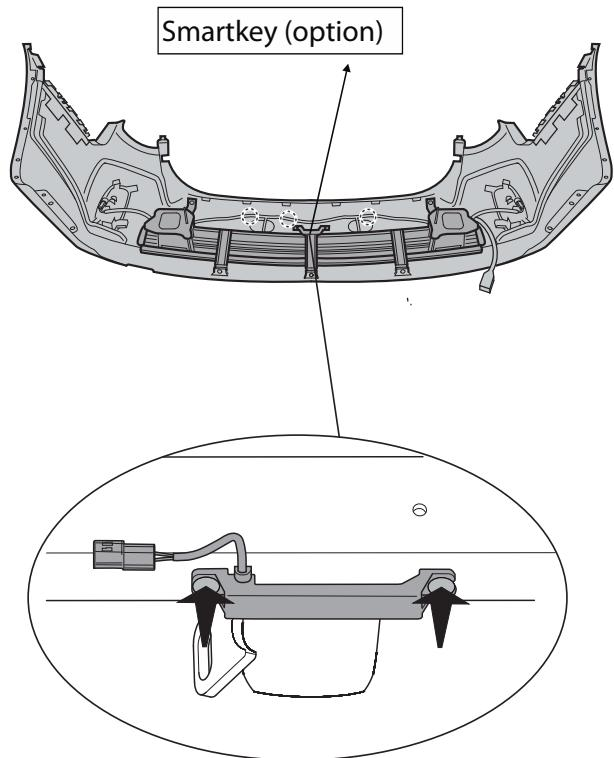

Fig.2
- Внимание, если имеются:** Демонтируйте парковочный датчик. См. рисунок 2